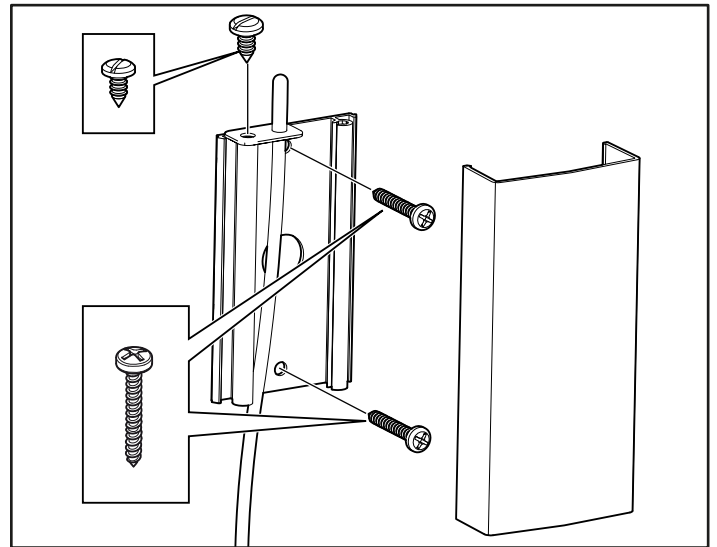
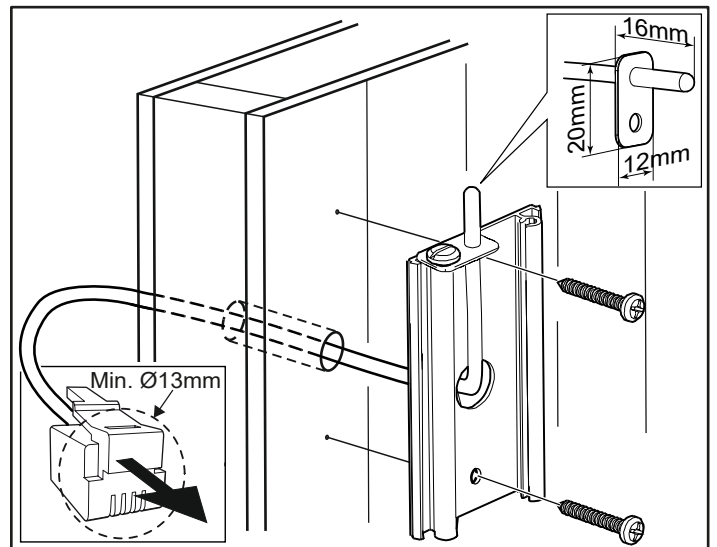

Abbildung 11: Montage des Sensors
Abbildung 12: Kabelführung durch die Wand.
7. Montieren Sie den Sensor an der Wand (siehe Abb. 11). Das Thermistorkabel kann ebenfalls durch die Wand geführt werden. Dichten Sie hinter dem Sensor befindliche Löcher in der Wand ab (siehe Abbildung 12). Außerhalb der Sauna kann das Thermistorkabel mit einem Niederspannungskabel (2-adrig) verlängert werden.